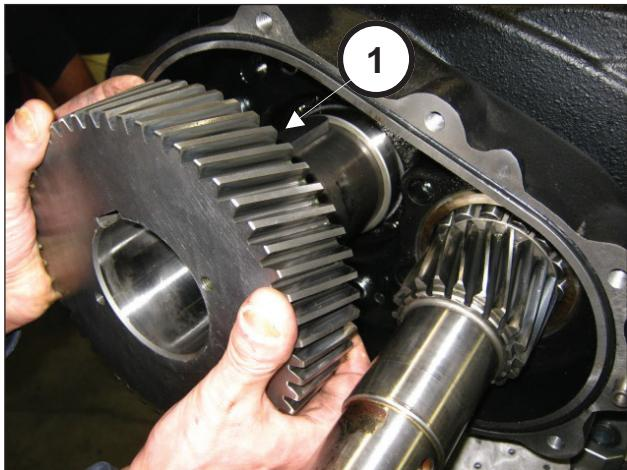

图66
将齿轮冠插在轴（部件号①，图66）上，并利用冲击锤（部件号①，图67）令其插入到底。